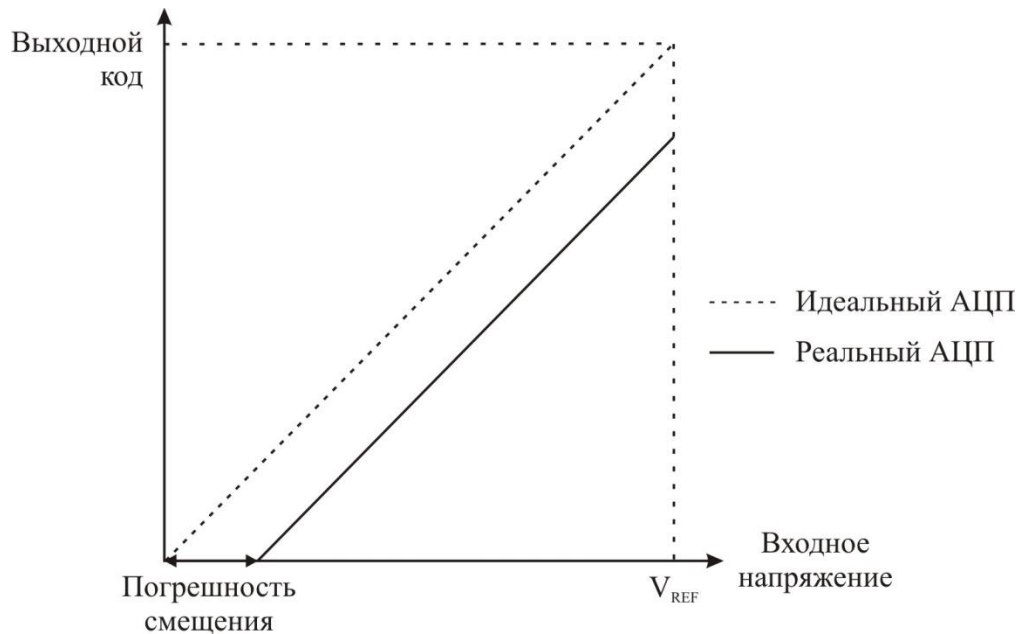

Рисунок 3.116 – Погрешность смещения
1. Смещение (рисунок 3.116) – отклонение первого перехода (с $0x000$ на $0x001$) по сравнению с идеальным переходом (т. е. при 0,5 младшего значащего разряда). Идеальное значение: ноль.